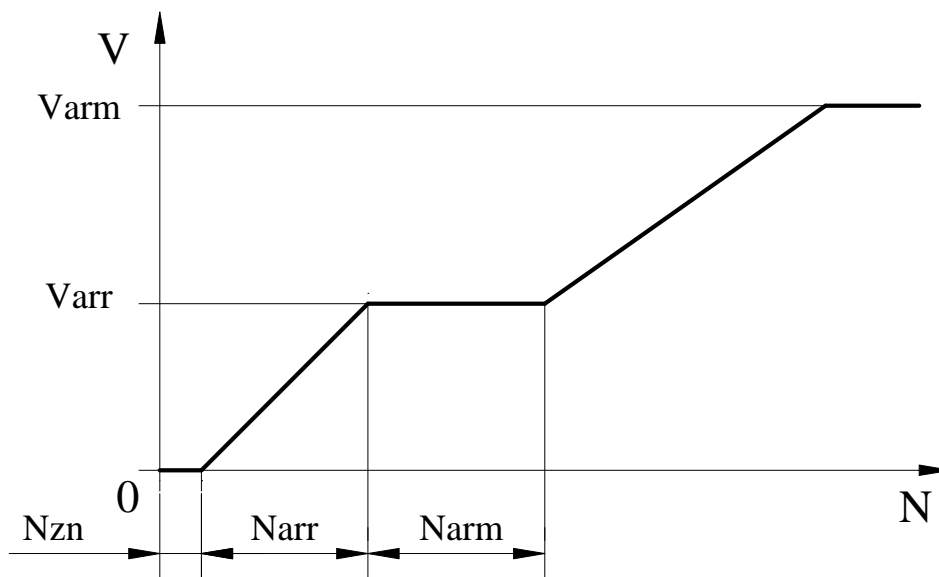

Рис.7. Скорости удержания в зависимости от модуля отклонения от точки удержания.
3.8.6.5. **Номер 4** – Varg (0-200 мм/сек) – малая скорость движения при удержании (арретировании) (рис.7).
3.8.6.6. **Номер 5** – Varm (0-200 мм/сек) – максимальная скорость движения при удержании (рис.7).
3.8.6.7. **Номер 6** – Narm (0-100 мм) – участок скорости движения при удержании, где V=Varg (рис.7).